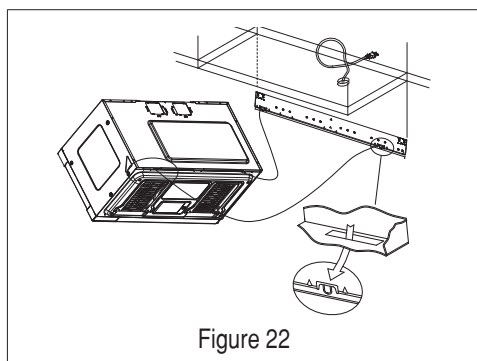

Figure 22
- Soulevez le four à micro-ondes et inclinez-le vers l'avant. Accrochez-le aux deux languettes situées à la base de la plaque de montage. Voir la figure 22.